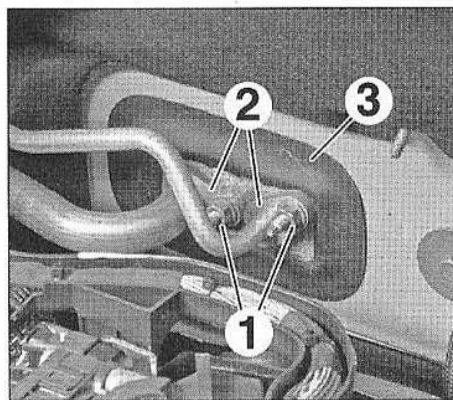

FIG.10
- les écrous (1) et désaccoupler les brides de canalisations (2) (Fig.10),
- le joint (3),